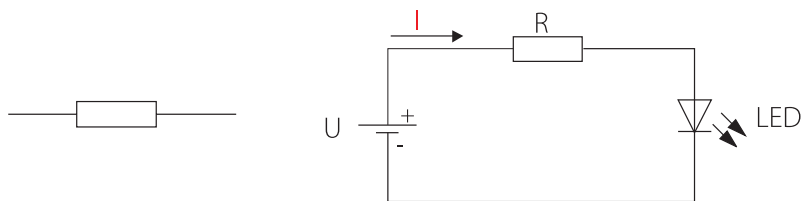
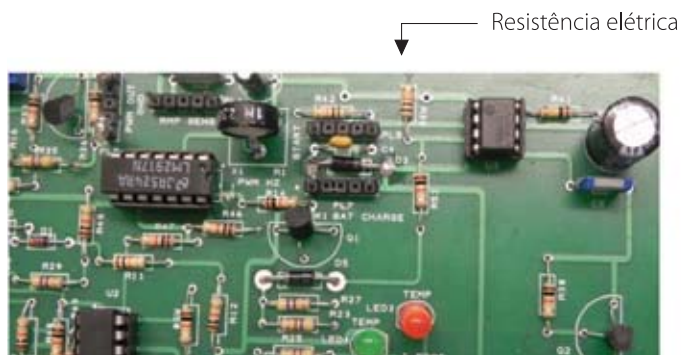

Figura 14. Símbolo da resistência elétrica e exemplo de utilização num circuito.
Figura 15. Resistências elétricas inseridas num circuito eletrónico.
O símbolo utilizado para representar este componente em circuitos elétricos e eletrónicos é representado na Figura 14. O esquema mostra uma aplicação da resistência num circuito eletrónico, onde limita a corrente elétrica para o componente semiconductor não se danificar. O semiconductor representado é um diodo emissor de luz, do inglês *Light Emitting Diode* – LED, sendo um componente eletrónico semiconductor utilizado nos atuais televisores com tecnologia LED. A Figura 15 mostra uma resistência elétrica num circuito eletrónico.
1. Resistências fixas (representadas na Figura 15)